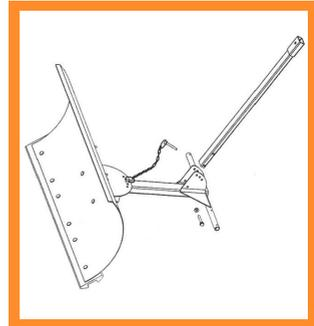

Bild . 2
3. Zur Befestigung des Griffunterteils (Teil G) verwenden Sie die andere Flanschschraube M6 x 35 und stecken diese in das untere vorgebohrte Loch. Mit einem kleinen Bolzen, einer Unterlegscheibe und einer Spannscheibe befestigen (Bild 2).